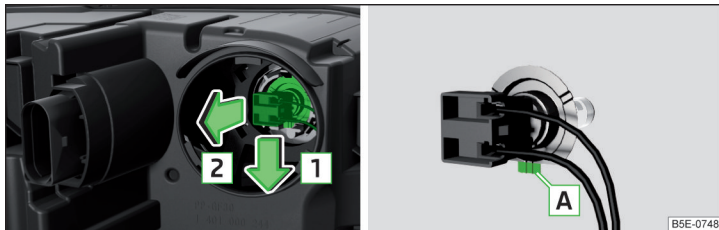

Fig. 359 Remplacement de l'ampoule des feux de route
- Défaire la fiche avec l'ampoule dans le sens des flèches **1** » fig. 359.